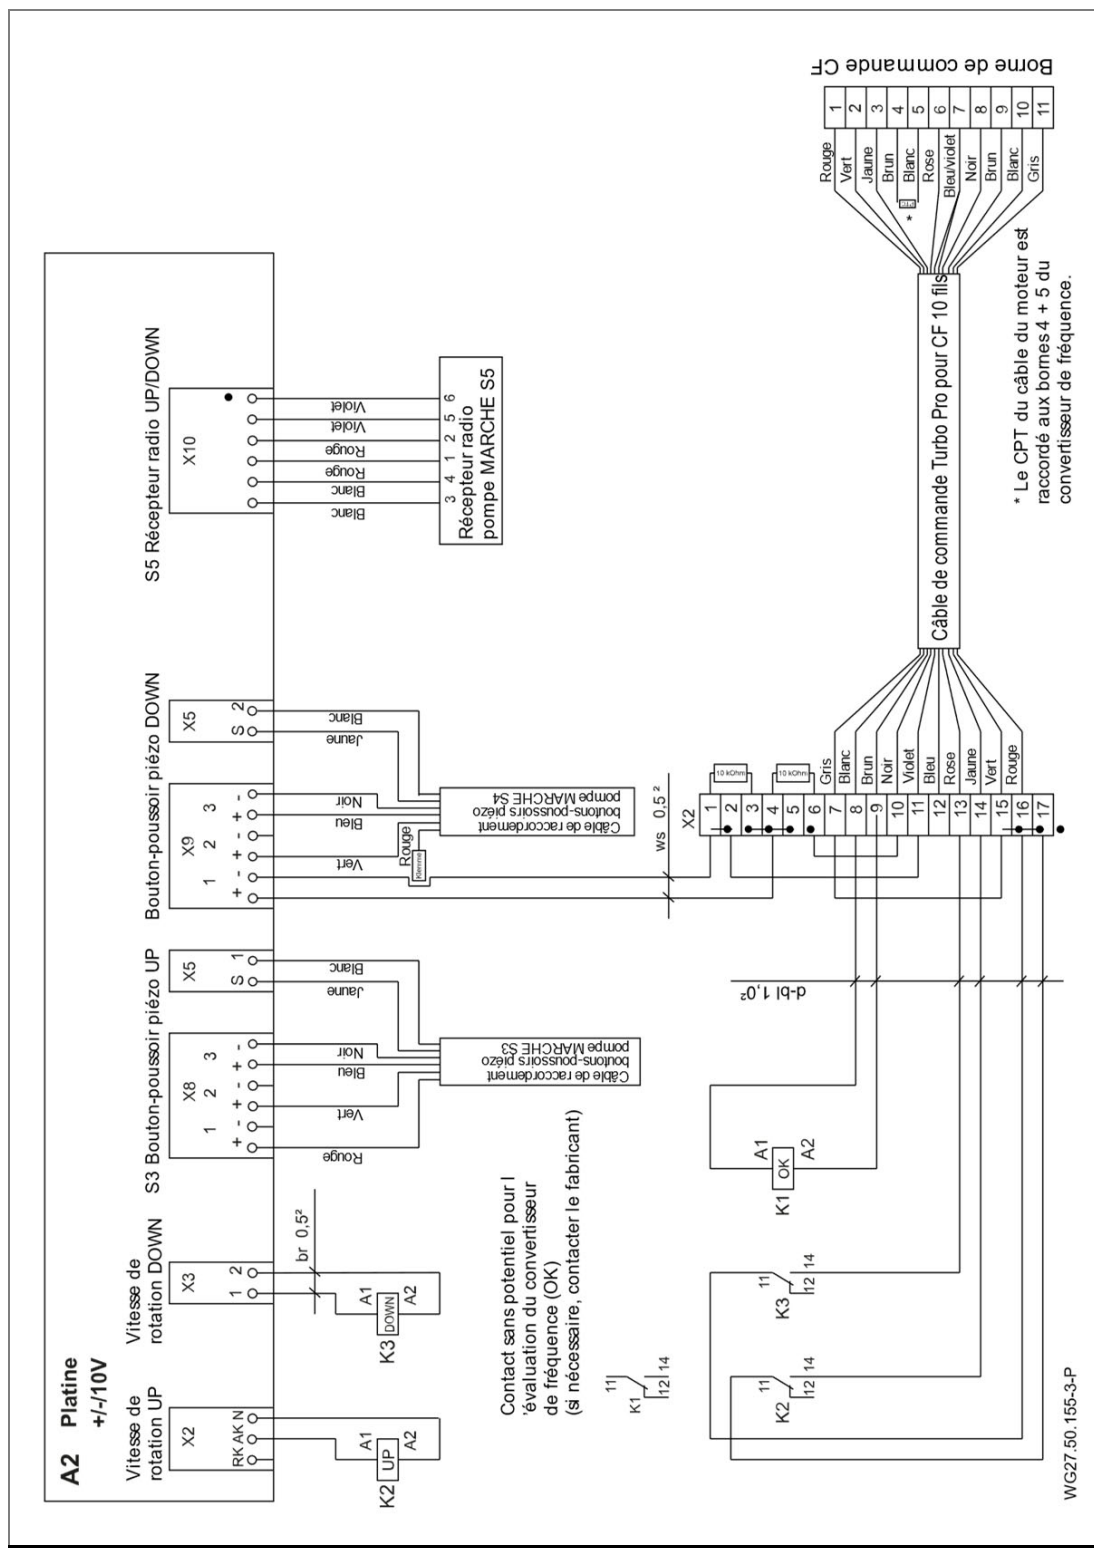

Fig. 18
14. Les fils pour la résistance CPT (brun / blanc) doivent être câblés conformément au schéma de connexions. Voir "Fig. 18", page 36